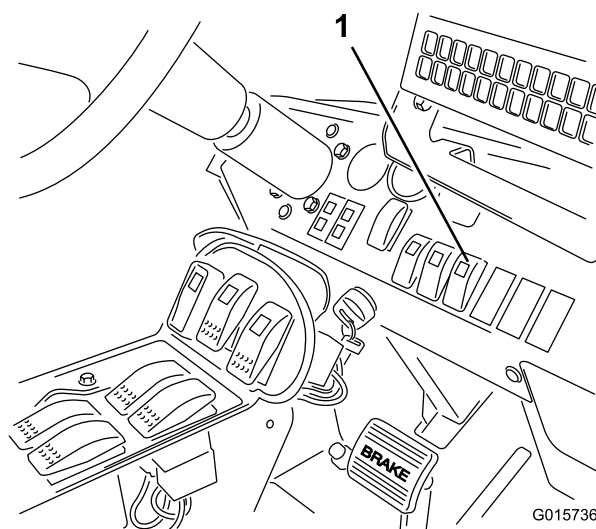

Figura 24
4. Premete l'interruttore Sonic Boom sul cruscotto in posizione automatica (Figura 24).